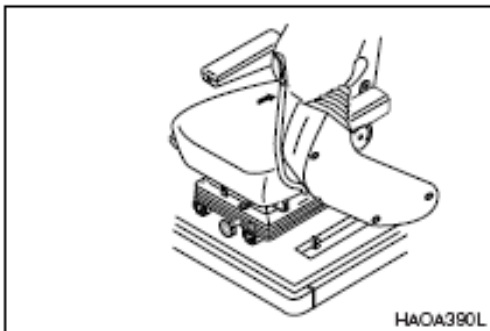

Figura 1
Cuando abandone el asiento del operador, deje la palanca de seguridad completamente hacia arriba (Figura 1), para evitar posibles riesgos si se mueven accidentalmente las palancas de mando.
1. Bloquee la palanca de seguridad (Figura 1).